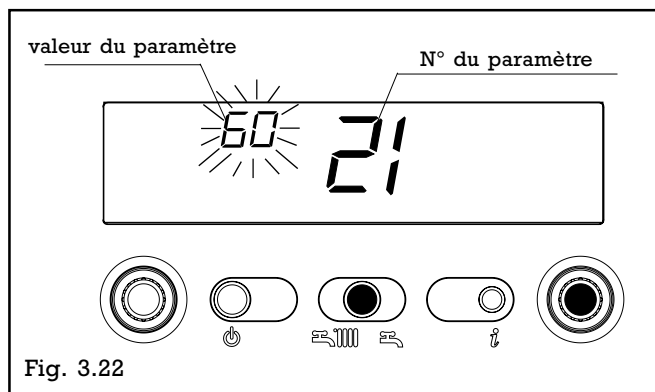

Fig. 3.22
- appuyer sur la touche **SELECTION/VALIDATION** pour accéder à la modification de la valeur du paramètre : la valeur configurée précédemment clignotera (fig.3.22)